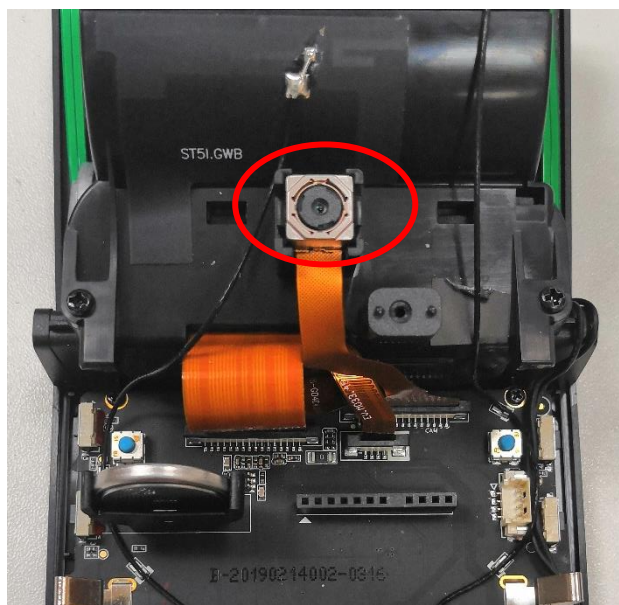

Рисунок 19. Демонтаж камеры.
13. Установить камеру верхнюю в пазы основания принтера. (**Рисунок 19**).